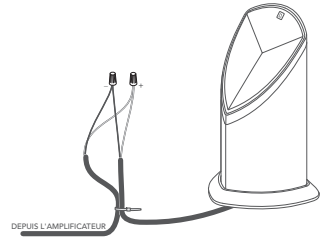

Figure 7
- En commençant par l'enceinte la plus éloignée de l'amplificateur, dénudez 3/4po d'isolation sur l'extrémité coupée des câbles pleine terre pour le canal d'amplification approprié, conformément aux tableaux ci-dessous, puis dénudez l'isolation des extrémités de la queue de cochon de l'enceinte correspondante (voir la Figure 7).
- Connectez le câble pleine terre à la queue de cochon de l'enceinte à l'aide d'un collier de serrage (voir Figure 7).